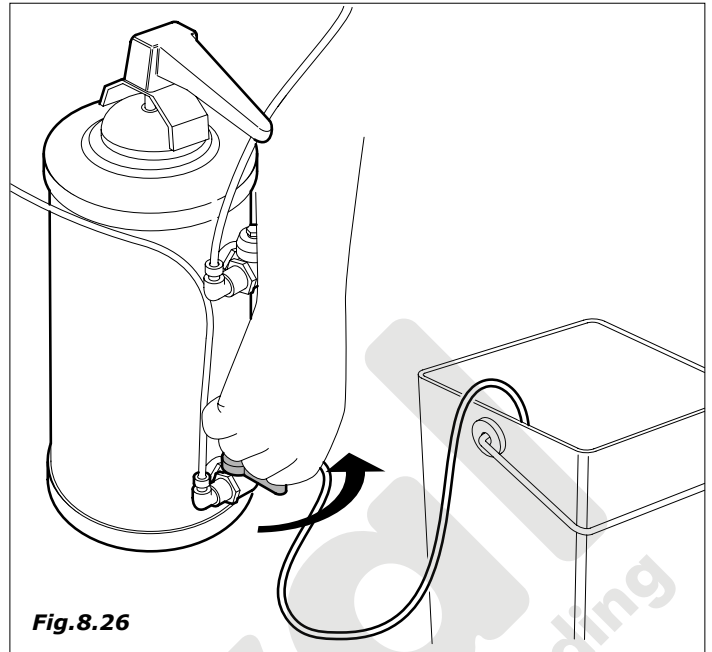

Fig.8.26
- Girar el grifo inferior habiendo tenido la precaución de colocar el tubo del grifo inferior en el cubo (Fig.8.26).